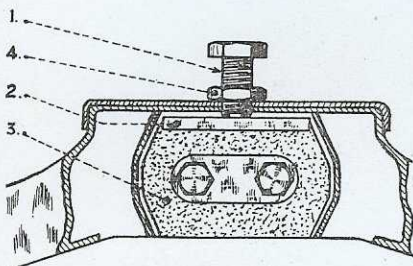

Fig. 1. — Butée AV de fixation de moteur
Régler la butée avant, visser la vis de serrage (1) (fig. 1) de la butée AV pour l'amener au contact de la plaque amovible (2); arrêter le serrage dès que la plaque amovible est au contact de la butée caoutchouc (3), serrer le contre-écrou (4).